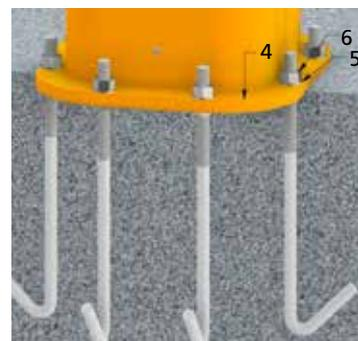

Abb.27
3. Die Säule ohne Arm aufrichten, indem sie zuerst wie zuvor beschrieben angeschlagen wurde, um dann den oberen Teil mit einer geeigneten Vorrichtung anzuheben. Anschließend ist sie auf dem Fundamentrahmen zu montieren, indem die Grundplatte 4 richtig positioniert und die Muttern 6 nach Zwischenlegen der entsprechenden Flachscheiben 5 eingesteckt werden. (Abb. 27).
Donati Sollevamenti SRL übernimmt keine Haftung für andere als die in Abb. 27 und Abb. 28 dargestellten Befestigungen.